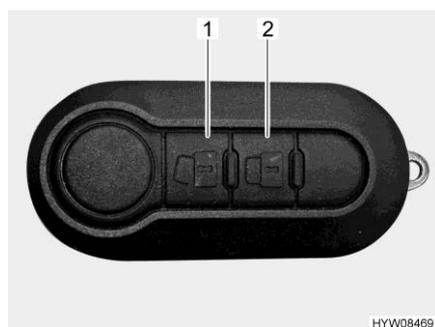

Fig. 59 Telecomando chiusura centralizzata (2 tasti)
- Sbloccaggio delle porte:** ■ Premere una volta brevemente il tasto  (Fig. 59,1). Le serrature sono sbloccate.
- Bloccaggio delle porte:** ■ Premere una volta brevemente il tasto  (Fig. 59,2). Le serrature sono bloccate.